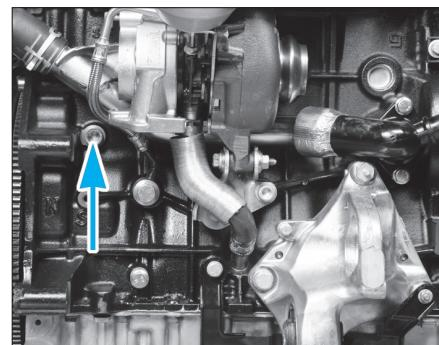

Fig. 22
- Ouvrir le bouchon de vidange du bloc moteur (Fig.22).